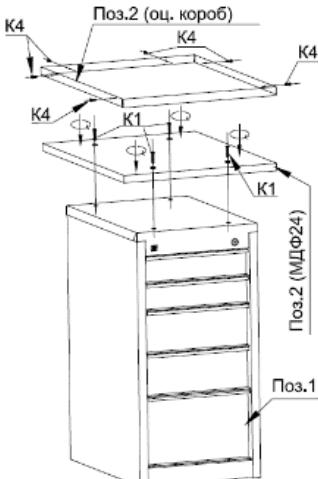

Рис. 4. Крепление Столешницы к Тумбе
- 5.4. Для столешницы предварительно выкрутить саморезы K4 из штатных мест, аккуратно снять Короб оцинкованный. Прикрепить Плиту МДФ24 мм. поз. 2 к Тумбе винтами K1. Аккуратно надеть Короб на Плиту МДФ24 и установить саморезы K4 обратно в штатные места (см. рис. 4).